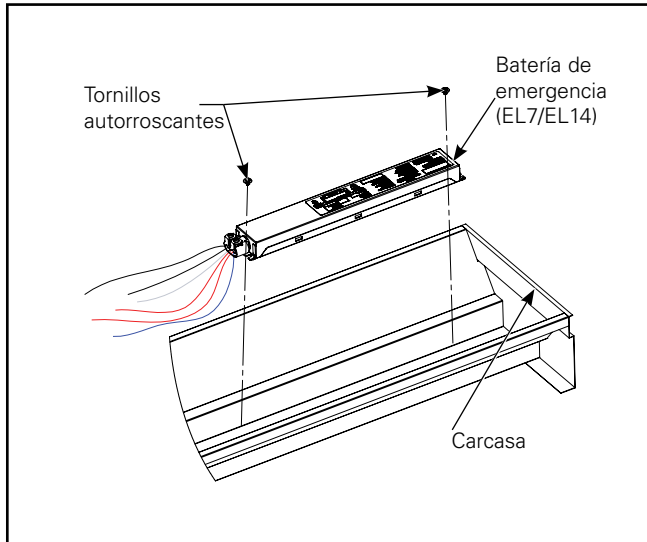

Figura 7.
1. UNIDAD DE EM: instale la unidad de EM en la carcasa de la luminaria existente. La unidad de EM debe instalarse de modo que haya suficiente longitud de cable para hacer todas las conexiones al controlador LED y al interruptor de prueba de EM. Instale la unidad de EM cerca del extremo de la carcasa donde se ubicará el interruptor de prueba de EM. (Figura 7.)